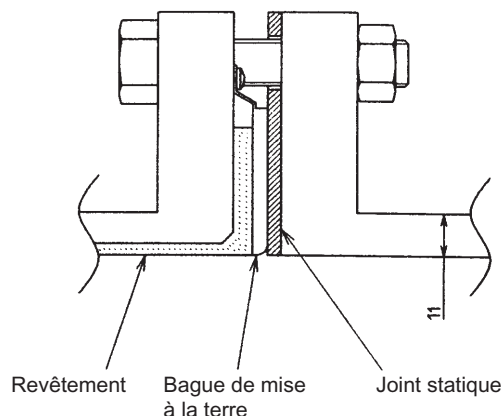

Figure 2-27 Installation avec une bague de mise à la terre en acier inox SUS
- Installez le tube de mesure comme indiqué Figure 2-27. Le couple de serrage des boulons ne dépend pas du matériau du joint. Voir Tableau 2-5 à la page 2-26 pour le couple à appliquer. Pour le diamètre intérieur des joints, voir Tableau 2-2 à la page 2-15.